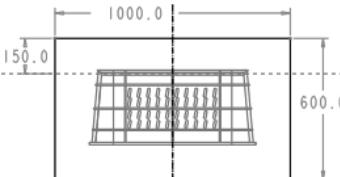

图 16.5 截面草图
(1) 选择命令。单击 **模具** 功能选项卡 **形状** ▾ 区域中的 按钮。
(2) 创建实体拉伸特征。
① 选取拉伸类型。在出现的操控板中，确认“实体”类型按钮 被按下。
② 定义草绘截面放置属性。在绘图区中右击，从快捷菜单中选择 **定义内部草绘...** 命令。系统弹出“草绘”对话框，然后选择 MOLD_FRONT 基准平面作为草绘平面，接受系统默认的箭头方向为草绘视图方向，然后选取 MOLD_RIGHT 基准平面为参考平面，方位为 **右**，单击 **草绘** 按钮，至此系统进入截面草绘环境。
③ 进入截面草绘环境后，选取 MOLD_RIGHT 基准平面和 MAIN_PARTING_PLN 基准平面为草绘参考，然后绘制图 16.5 所示的截面草图。完成特征截面的绘制后，单击“草绘”操控板中的“确定”按钮 。
④ 选取深度类型并输入深度值。在操控板中选取深度类型 (即“对称”), 再在深度文本框中输入深度值 800.0，并按回车键。
⑤ 完成特征。在“拉伸”操控板中单击 按钮，完成特征的创建。